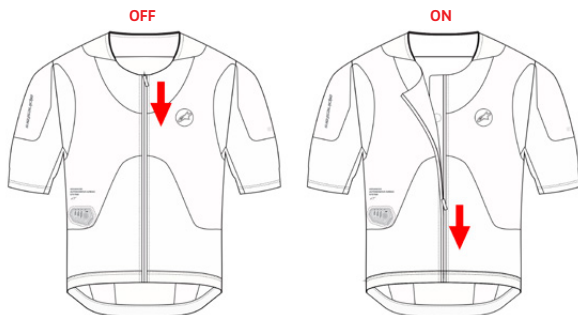

Figure 11 : Le système s'éteint lorsque le zip d'activation (2) est ouvert
L'utilisateur peut facilement éteindre le système en ouvrant le zip d'activation (2). Le système s'éteint automatiquement environ 1 seconde après avoir ouvert la fermeture éclair d'activation (2) (Figure 11).
Pour que le système reste éteint, assurez-vous que la fermeture éclair d'activation (2) reste ouverte et dézippée, comme le montre la figure 11.